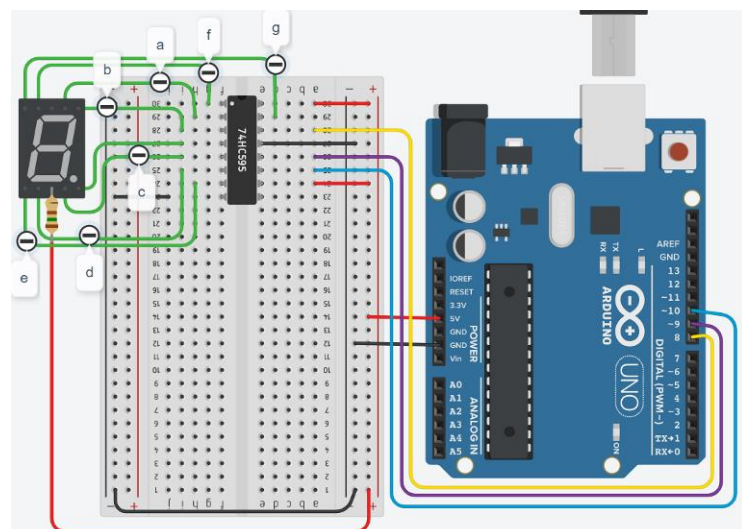

Рис. 25. Присоединение к Arduino семисегментного индикатора через сдвиговый регистр. Если будет с общей землей, то провод с резистором должен идти к пину GND
2. Через сдвиговый регистр (рис. 25).